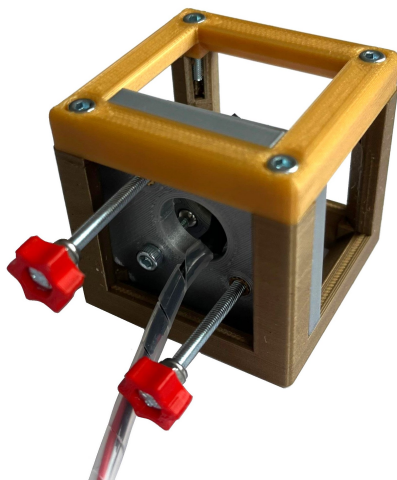

Abb. 21: Zusammengeschraubter Würfel
- (31) Setzen Sie den **01A_GO_V*_CUBE_BASE 1x1** oben auf den Würfeldeckel und befestigen Sie diesen mit den vier **INBUS-ZYLINDERKOPFSCHRAUBEN, M3X12** (Abbildung 21).